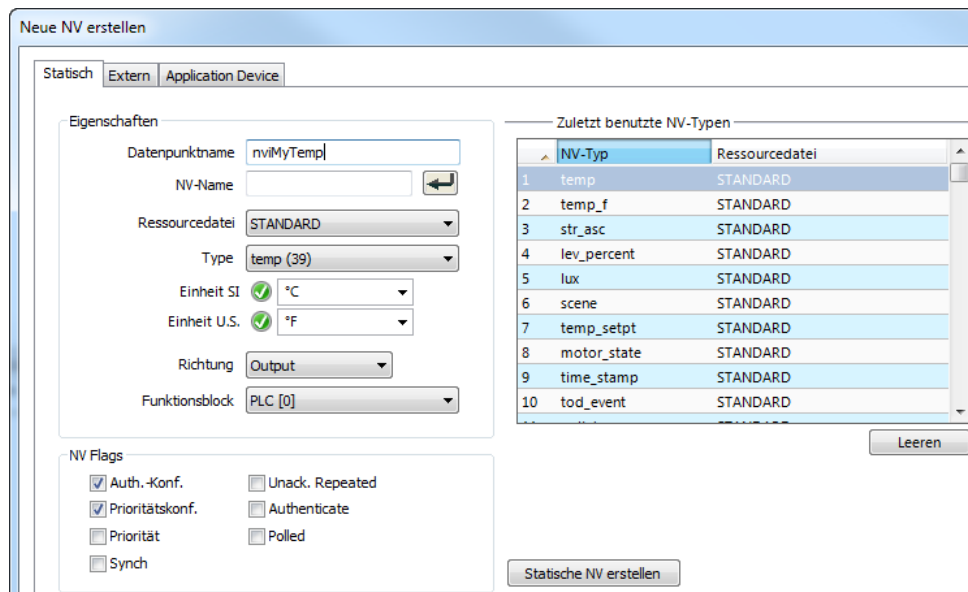

Abbildung 109: Manuelles Erstellen einer statischen NV
2. Klicken Sie mit der rechten Maustaste in die Datenpunktliste und wählen Sie **Neuer Datenpunkt...** im Kontextmenü aus. Dies öffnet den Dialog zur NV-Erstellung, wie in Abbildung 109 gezeigt wird.